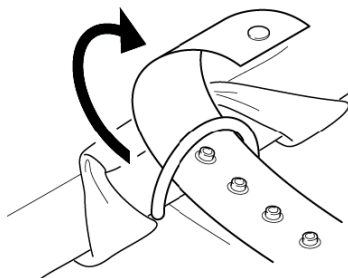

Figure 8
3. Glisser la sangle dans l'anneau en D et fermer la pression comme le montre la Figure 8. On peut utiliser la poignée pour porter le drap de transfert.